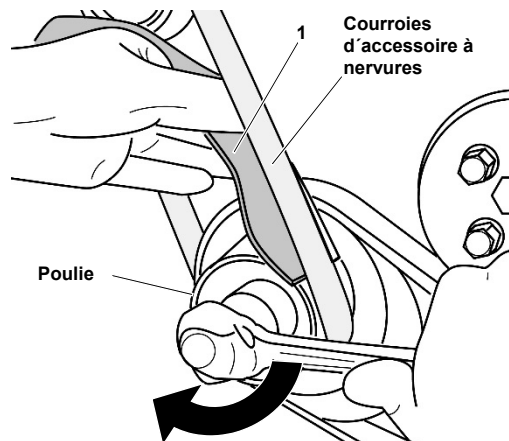

Fig. 2: Entrer la sangle.
2. Tourner le vilebrequin dans le sens des aiguilles d'une montre jusqu'à ce que la sangle "1" soit enroulée autour de la poulie aux trois quarts environ. (Fig. 2)